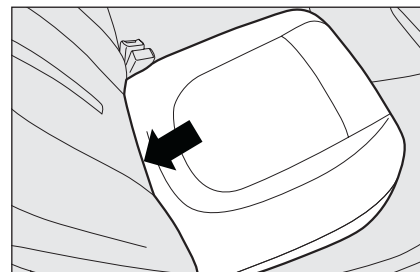

fig. 88
- renverser vers l'avant le coussin souhaité **fig. 88** en glissant dans le point indiqué par la flèche;